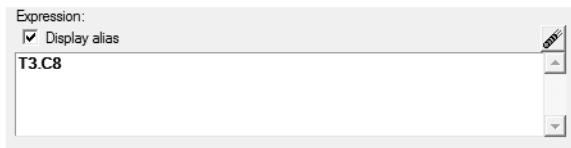

图 13-57 添加 stress 表达式
(4) 在 Label 框中输入 Expression 1。
(5) 在 Table 框中选择 Stress，在 Table component 框中选择 P1 (major)。单击 Insert 按钮将 P1 (major)应力添加到 Expression 框中，如图 13-57 所示。